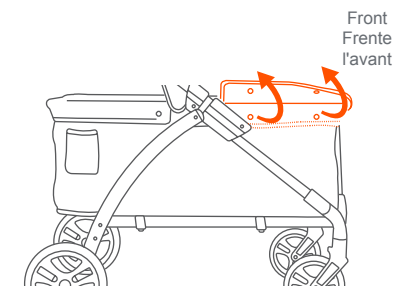

Fig. 16a
16) • If replacing the wagon fabric, undo the snap buttons on the fabric on the front end of frame (Fig. 16a).
• Si desea reemplazar la tela del vagón, desabroche los botones de la tela en el extremo delantero del armazón (Fig. 16a).
• Pour remplacer le tissu du wagon, défaire les boutons-pression situés sur le tissu à l'extrémité avant du cadre (Fig. 16a).